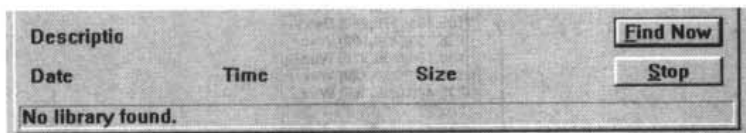

图 4-13 查找不到元件
- (3) 设置完成后,按一下 Find Now 按钮,即开始查找。若没有找到指定的元件,则在对话框中的 Searching Library 选项区域中将显示如图 4-13 所示的信息。